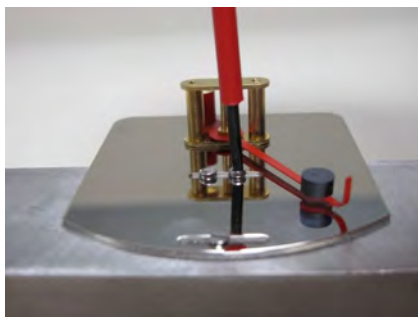

Abb. 41
5. ➤ Befestigungsschrauben der Anzeige-Bodenplatte lösen (Abb. 41) und mit der Anzeige-Bodenplatte abnehmen.